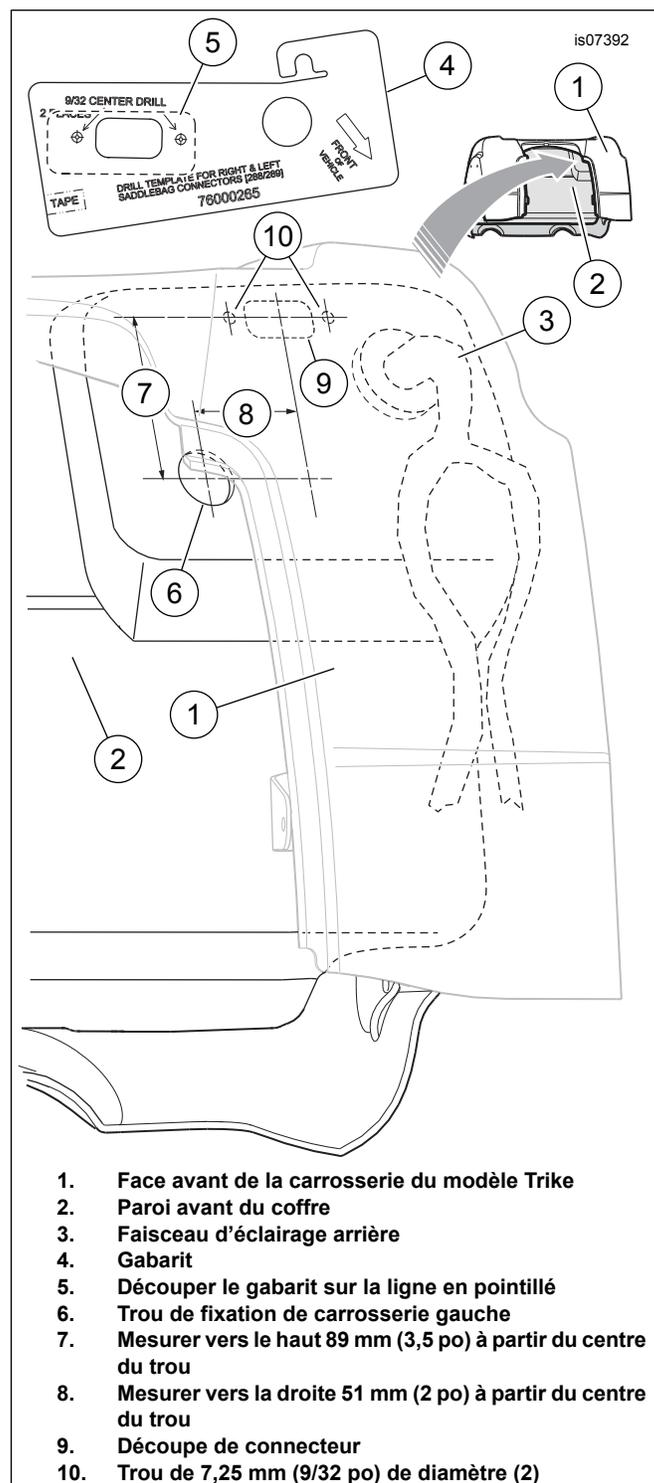

Figure 4. Perçage de la carrosserie Trike pour le connecteur de panneau à 12 fiches
2. Voir Figure 4. Repérer l'emplacement du trou de fixation (6) de carrosserie gauche, sur la paroi avant du coffre (2), derrière la face avant (1) de la carrosserie Trike.
3. Mesurer vers le haut à partir du centre du trou de fixation de carrosserie gauche, 89 mm (3.5 in) (7) et vers le côté extérieur, 51 mm (2.0 in) (8). Tracer un repère à cet endroit sur la paroi avant du coffre.
4. Découper le gabarit (4) entourant les trous de montage du CONNECTEUR DE SACOCHE à peu près comme indiqué par la ligne en pointillé (5).
Il est possible d'ajuster légèrement la position du gabarit si la bride de connecteur de panneau ne repose pas sur une surface plane ou sera trop proche de l'œillet du faisceau d'éclairage arrière (Figure 4, élément 3).